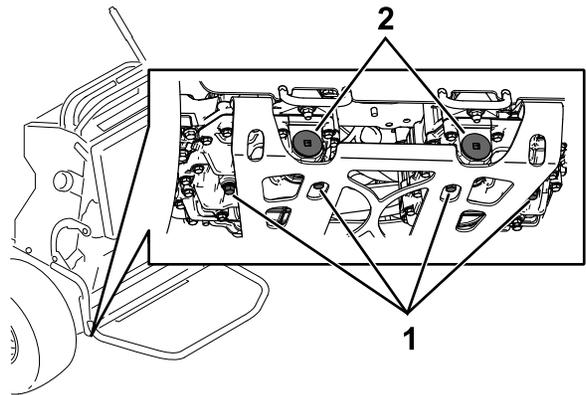

Figure 78
5. Localisez le bouchon de vidange sous la base de chaque transmission et placez un bac de vidange sous les bouchons (Figure 78).